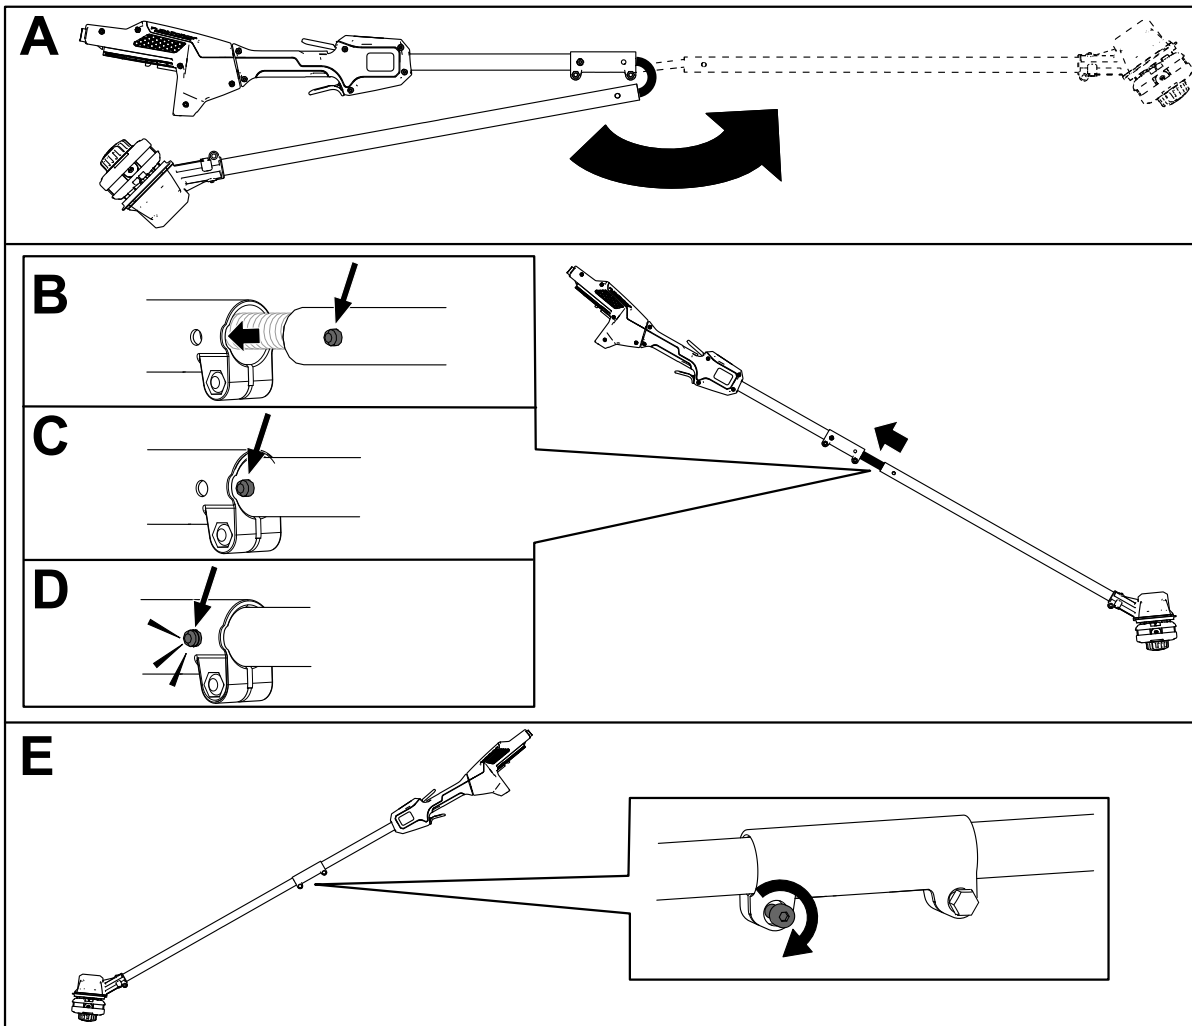

Figura 4
1. Despliegue la empuñadura (Figura 4, A).
2. Alinee el botón de bloqueo del mango inferior con el orificio ranurado del mango superior y junte los dos mangos (Figura 4, B y C).
Nota: El botón de bloqueo encaja en el orificio ranurado al juntarse los mangos (Figura 4, D).
3. Usando la llave Allen suministrada, apriete el tornillo del conector del mango hasta que quede firme (Figura 4, E).